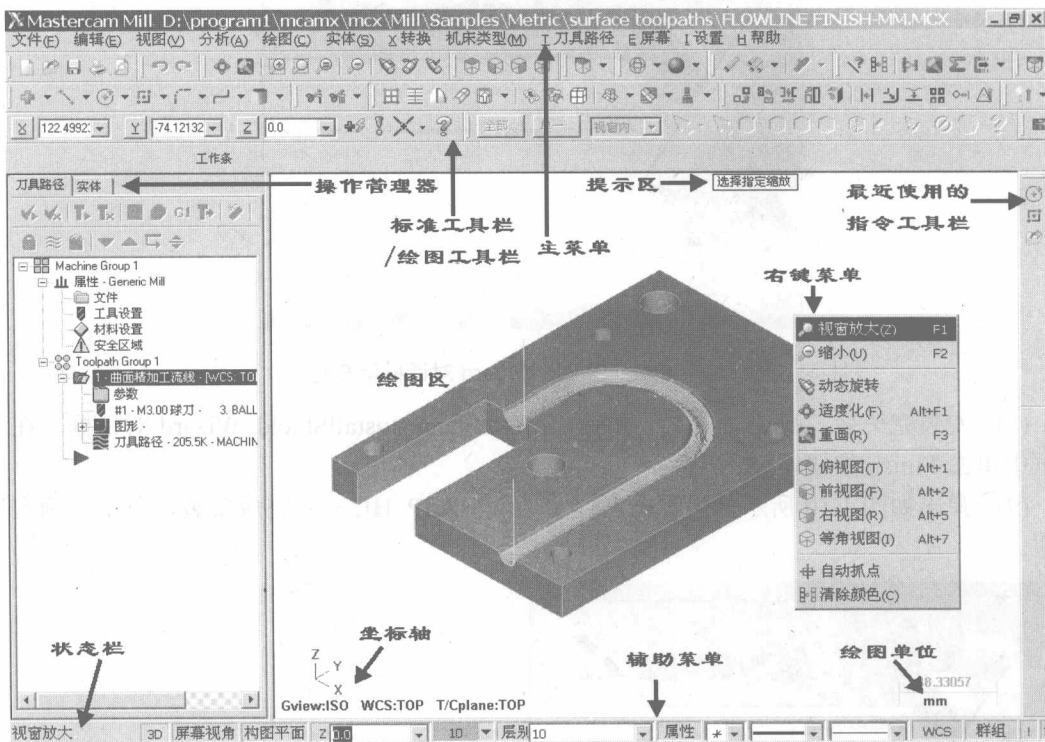

图 1.11 Mastercam V10 操作界面
Mastercam V10 版的操作界面由下列几个主要元素组成(如图 1.11 所示)。
- **指定第一点**: 系统提示区。当使用一个指令, 需要输入项是选择图素、点或是串连时, 在提示栏里会提供一个简要的操作提示(如图 1.11 所示)。